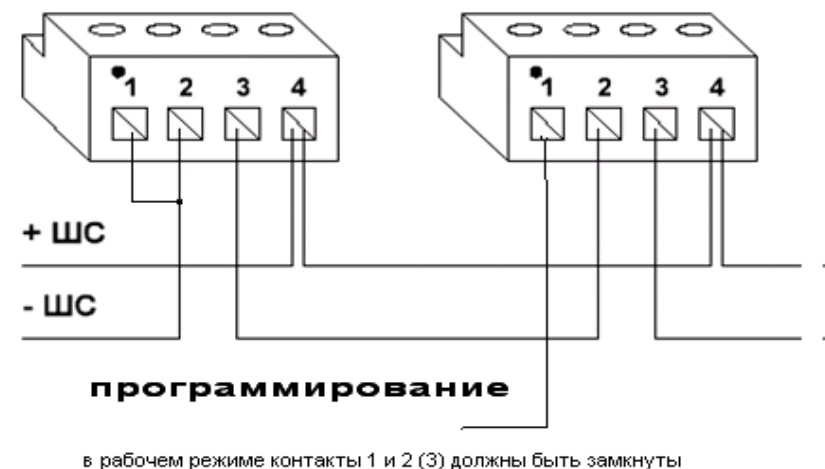

Рис.1
- 5.3. Подключите контакты разъема к АПКП по схеме на Рис.1